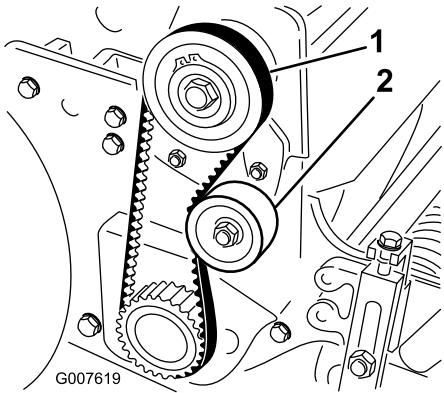

Bild 42
2. Prüfen Sie die Spannung. Bringen Sie hierfür eine Kraft von 18-22 N in der Mitte des Riemens zwischen den Riemscheiben (Bild 42) an. Der Riemen muss sich 6 mm durchbiegen lassen.
- A. Lösen Sie die Befestigungsmutter der Spannscheibe und drehen Sie die Spannscheibe nach rechts gegen die Rückseite des Riemens, bis Sie die gewünschte Riemenspannung erzielt haben (Bild 42).